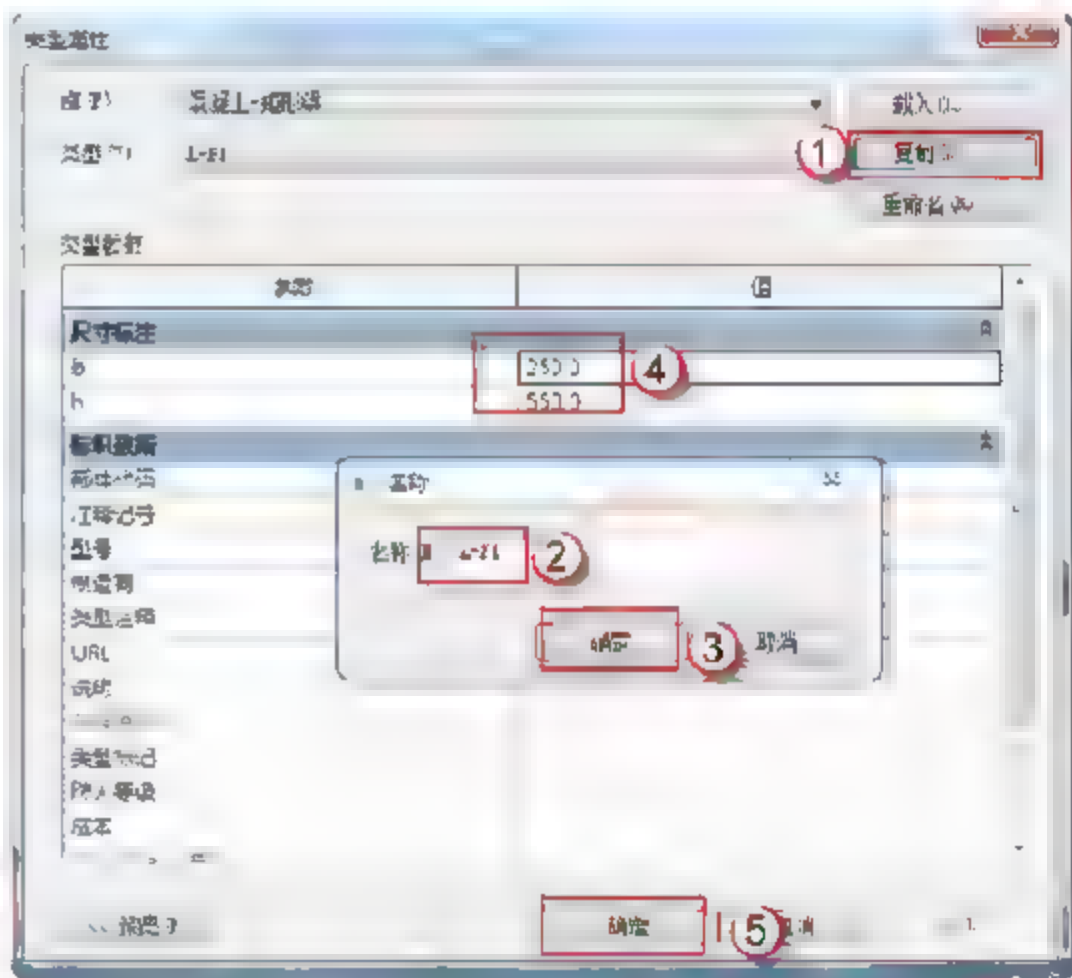

图 3.1.67 编辑 L-F1 信息
(16) 设置 L-F1。选择“结构”→“梁”→“编辑类型”命令，在弹出的“类型属性”对话框中，单击“复制”按钮，在弹出的对话框中输入 L-F1，单击“确定”按钮。在“尺寸标注”栏中输入 b、h 的尺寸，单击“确定”按钮，如图 3.1.67 所示。